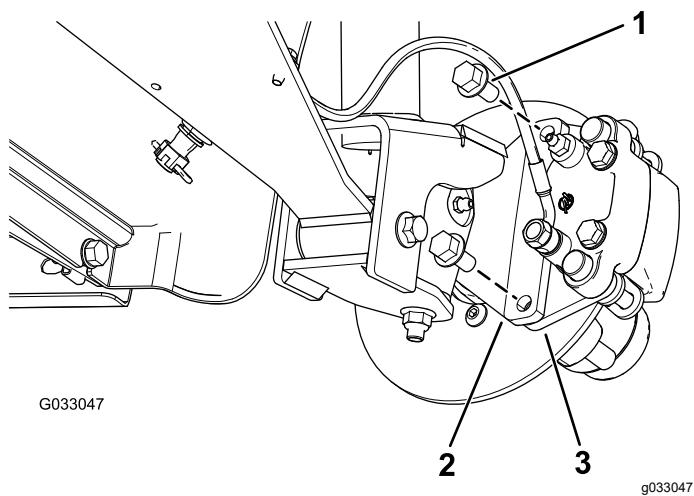
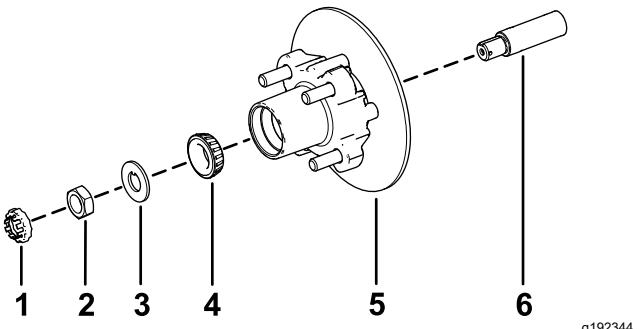

Figura 33
Figura 37
3. Togliete i bulloni a testa flangiata ($\frac{3}{8}$ " x $\frac{3}{4}$ ") che fissano la staffa del gruppo del freno al mandrino e separate il freno dal mandrino (Figura 33).
1. Lubrificate leggermente il mandrino con il grasso specificato (Figura 37).
2. Montate il mozzo e il rotore sul mandrino con il rotore verso l'interno (Figura 37).
3. Montate il cuscinetto esterno sul mandrino e inserite il cuscinetto sull'anello esterno (Figura 37).
4. Montate la rondella di sicurezza sul mandrino (Figura 37).
5. Avvitate il dado del mandrino sul mandrino e serrate il dado a 15 N·m mentre ruotate il mozzo per posizionare in sede il cuscinetto (Figura 37).
2. Allineate le pastiglie dei freni su ciascun lato del rotore (Figura 33) e i fori sulla staffa della pinza con i fori sul supporto del freno del telaio del mandrino (Figura 37).
3. Fissate la staffa del calibro al telaio del mandrino (Figura 33) utilizzando i 2 bulloni a testa flangiata ($\frac{3}{8}$ " x $\frac{3}{4}$ ").